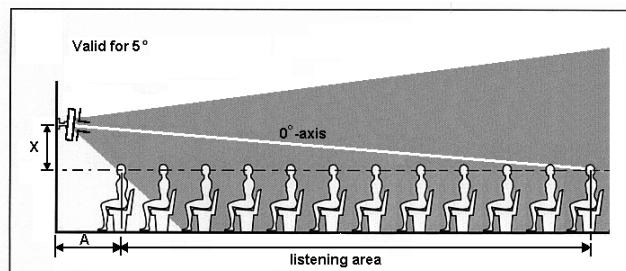

Abbildung 2: Abstrahlung der Lautsprechereinheit in Seitenansicht Wandmontage in 5°-Winkel
Wenn weniger Variationen im Schalldruckpegel gewünscht werden, wird ein Winkel von 5° empfohlen. Dadurch ergibt sich ein kleinerer Gesamthörbereich als bei Ansatz 1, und der Bereich in unmittelbarer Nähe der Lautsprechereinheit („A“ in Abbildung 2) liegt außerhalb des Hörbereichs. Diagramm 1 zeigt die Beziehung zwischen „A“ und der Montagehöhe der Lautsprechereinheit bei einem Installationswinkel von 5°.
4. Abbildung 2 zeigt die 1 kHz-Oktavenform, die von der Lautsprechereinheit abgestrahlt wird, und Abbildung 3 zeigt die Abstrahlung der 4 kHz-Oktavenform. Der Hörbereich mit der optimalen Akustikleistung liegt in diesen Formen. Stellen Sie sicher, dass die 4 kHz-Form mit den mithilfe von Diagramm 1 ermittelten Abmessungen den gewünschten Hörbereich ausreichend abdeckt.